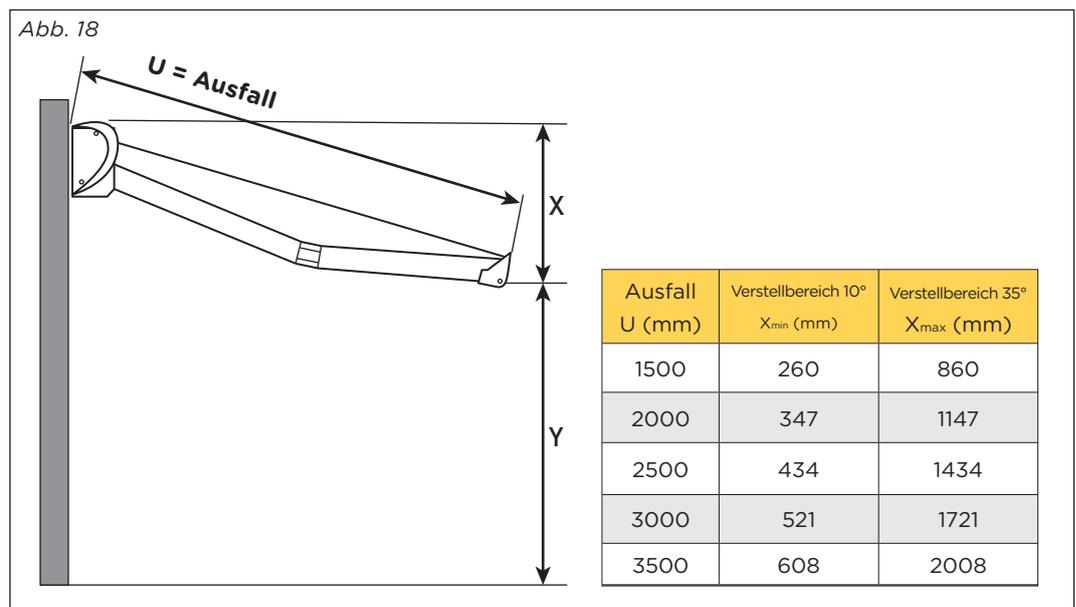

Abb. 18:
- gemessen von der Rückseite des Kastens (oben) bis zur Vorderseite der Fallstange (siehe Abb. 18).
- Berücksichtigen Sie bei der Einstellung des Neigungswinkels von mindestens 10° und höchstens 35° eine ausreichende Durchgangshöhe, wenn die Markise geöffnet ist (siehe Abb. 18)!
Ausfall: siehe Abb. 18 Seite 11